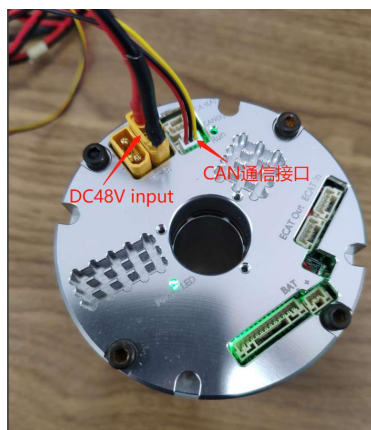

图 7-1 CAN 接线
Step1: 如图 7-1，安装有 eTuner 上位机软件的电脑，通过 eRob 调试器连接 eRob 的 CAN 通信接口，然后给 eRob 提供正确电源。